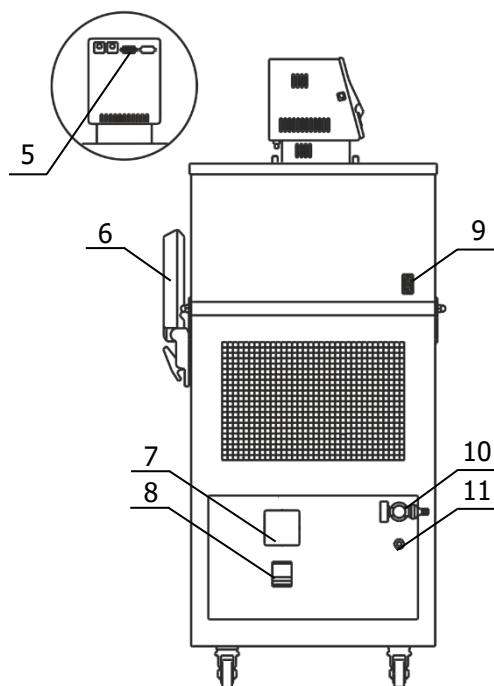

Рисунок 4 — Боковая панель термостата
2.2.5 К переливному штуцеру 11 (рисунок 4) присоединить гибкий шланг, второй конец которого опустить в емкость для сбора излишков теплоносителя объемом 1.5–2 литра.
2.2.7 Вставить вилку сетевого кабеля блока регулирования в розетку 7 (рисунок 4). Соединить кабелем из комплекта поставки блок регулирования (разъем 5) и холодильную машину (разъем 9). Сетевой кабель термостата подключить к питающей сети. Для этого в лабораторном помещении должна быть установлена электрическая розетка из комплекта поставки термостата.
2.2.8 Автоматический выключатель 8 (рисунок 4) перевести в положение «включено».
2.2.10 Установить на задней стенке термостата светильник 6 (рисунок 4) из комплекта поставки.
2.3.3 При работе термостата на температурах, близких к нижней границе диапазона регулирования необходимо доливать теплоноситель до момента слива его из переливного штуцера 11 (рисунок 4) при охлаждении термостатов на каждые 10 °С.
- на короткое время перевести автоматический выключатель 8 (рисунок 4) в положение «выключено»;
2.4.4 Для повторного запуска холодильной машины после наступления аварийной ситуации необходимо отключить питание термостата, для этого перевести автоматический выключатель 8 (рисунок 4) в положение «выключено».
2.5.2 Надеть сливной шланг из комплекта поставки на кран 10 (рисунок 4) и закрепить его хомутом. Свободный конец шланга опустить в емкость для сбора теплоносителя объемом, превышающим объем термостата.